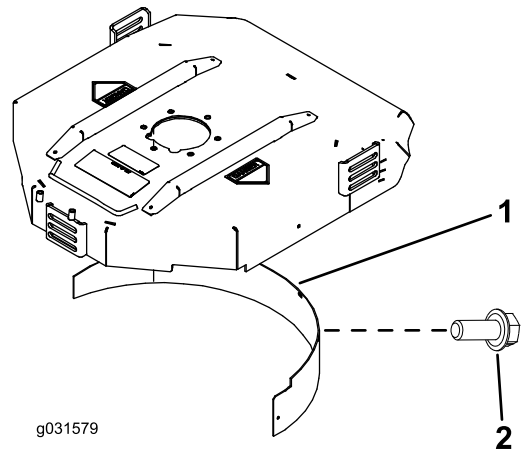

Figure 15
2. Montez le déflecteur de déchetage dans l'ouverture arrière et fixez-le avec 5 boulons à embase (Figure 15).